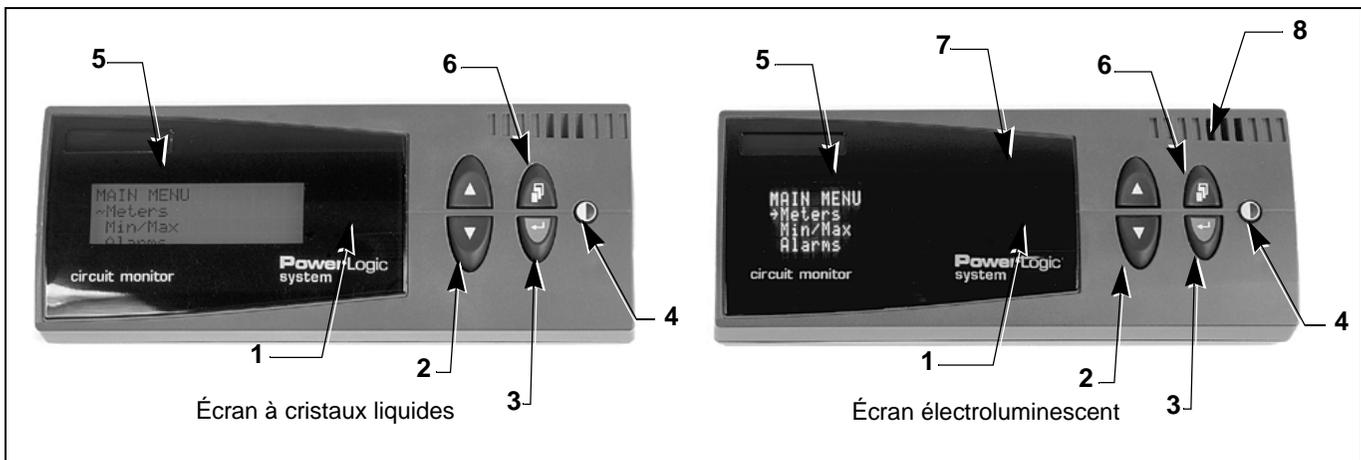

Figure 4–6 : Écrans à cristaux liquides et électroluminescent
- L'écran à cristaux liquides (reportez-vous à la Figure 4–6)
- L'écran électroluminescent qui présente un détecteur de proximité supplémentaire et un port infrarouge (reportez-vous à la Figure 4–6)